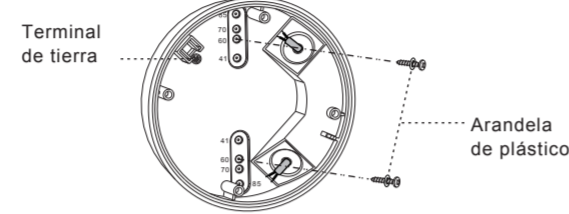

FIG. 15
4.4.3.3 Seleccione las aberturas adecuadas para fijar la caja de empalmes en la superficie del panel del techo con 2 tornillos de madera apretados con arandelas de plástico (véase FIG. 15).